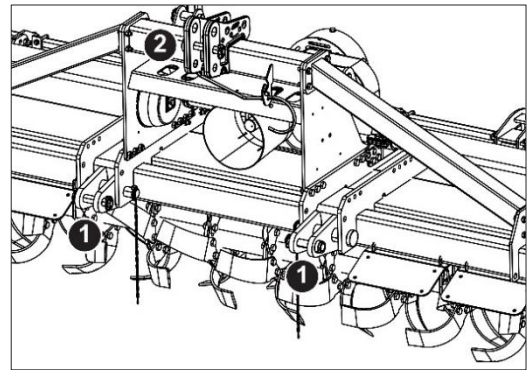
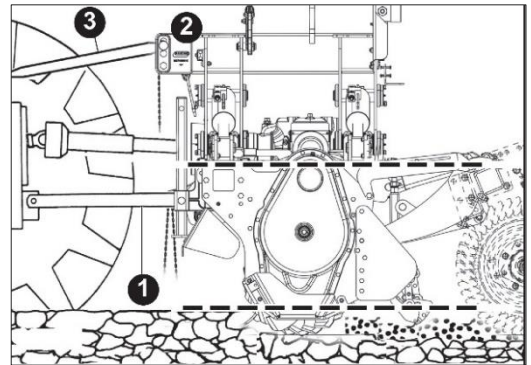

図 9
図 10
- 1) ロアリンクヒッチをピン(1、図 9/図 10)に引っ掛けてください。リンチピンで動かないようにしてください。チェーンが落ちないように固定してください。
- 2) トップリンクヒッチ(2、図 9/図 10)を接続してください。ピンをリンチピンで動かないようにしてください。トップリンクロッドの長さ調整 (3、図 10)を使って、ロータリーハローSC PRO を地面に対して直角に保ってください。(図 10)